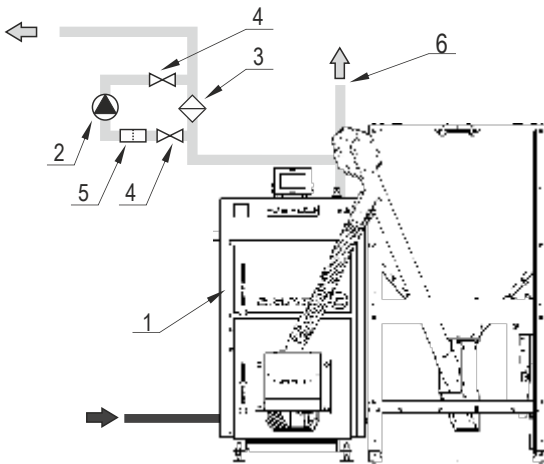

Рисунок 7. Выполнение гравитационного обхода: 1-котел; 2-циркуляционный насос; 3-дифференциальный клапан; 4 запорные клапана; 5-фильтр; 6 - группа безопасности.
Использование охлаждающего устройства для предотвращения превышения максимальной температуры 110 °С в теплообменнике котла. Спираль соединена с термостатическим клапаном, который работает без источника питания. Для того, чтобы обеспечить надежную работу, клапан оснащен двойным датчиком. Охлаждающая работа всей системы состоит в том, что, если температура воды в котле поднимается до 95 °С, термостатический клапан открывается, и подается холодная вода через катушку, чтобы быстро и эффективно понизить температуру воды в котле. Эта установка является фиксированной и не может быть изменена пользователем. Клапан имеет тестовую кнопку, которая позволяет вручную открыть клапан (рис. 7).
- 5) в случае использования насоса Ц.О. (рекомендуется, чтобы повысить эффективность работы системы отопления), подключить насос с возможностью гравитационного обхода, что бы использовать систему отопления в момент возможного отказа насоса / рис. 7. /.